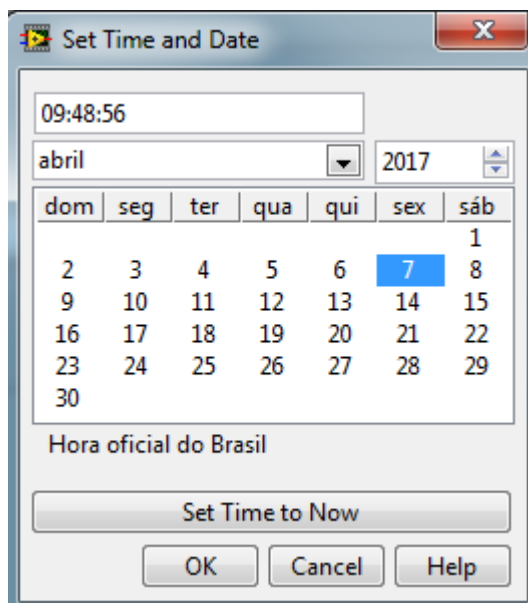

Figura 23: Escolha Data/Hora
- 2 – Calendário – Configura a data e a hora através de um calendário; Abre a janela abaixo (Figura 23). Para adquirir a data/hora do computador pressione “Set Time to Now”.